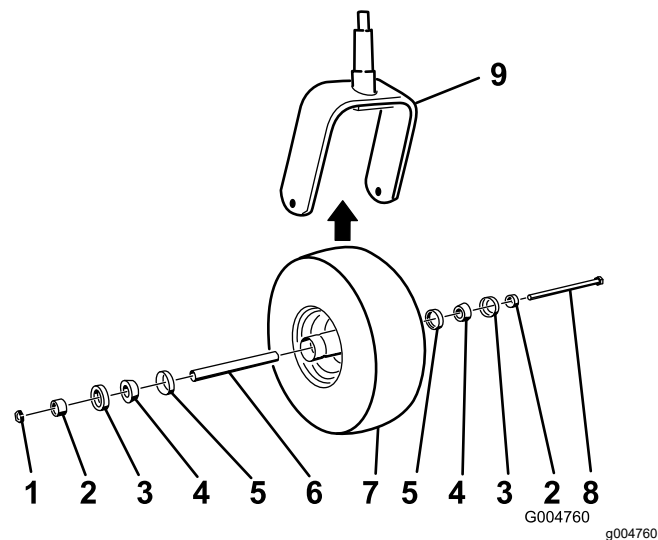

Figure 80
5. Montez la roue pivotante en poussant les roulements à rouleaux coniques et les joints, garnis de graisse, dans le moyeu, en les positionnant comme indiqué à la Figure 80.
2. Retirez le contre-écrou du boulon (Figure 80).